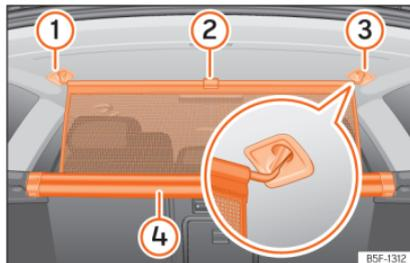

Abb. 139 Im Gepäckraum: Trennnetz einhängen.
- Ziehen Sie die Lasche »» Abb. 139 (2) nach oben, um das Netz aus dem Einsatz (4) zu nehmen.
- Hängen Sie das Trennnetz an der rechten oder linken Seite (3) (vergrößerte Darstellung) ein.
- Hängen Sie das Trennnetz an der Aufnahme der anderen Seite (1) ein, indem Sie an der Stange ziehen.